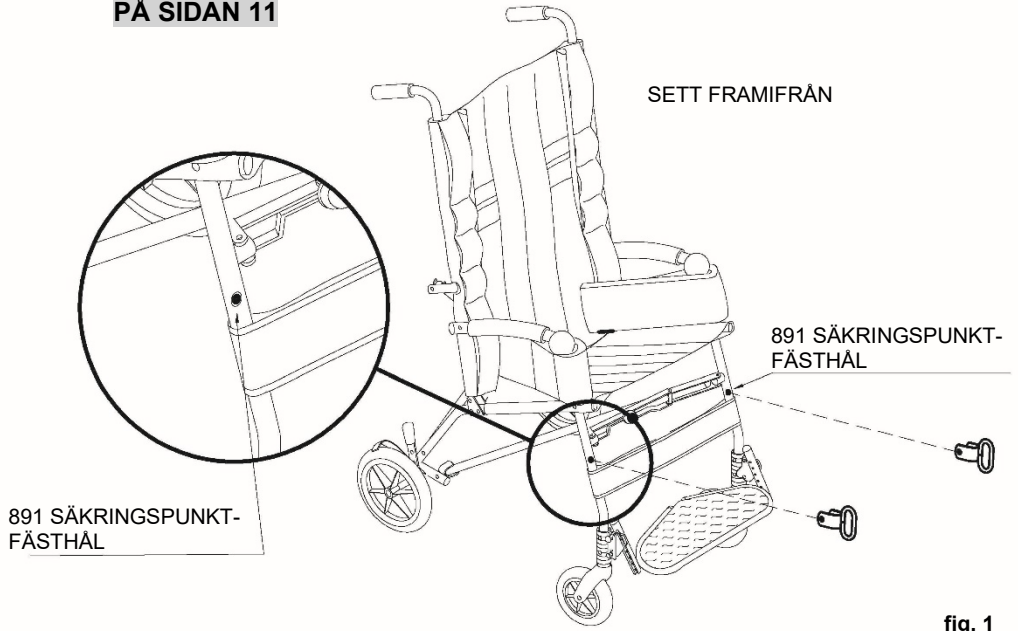
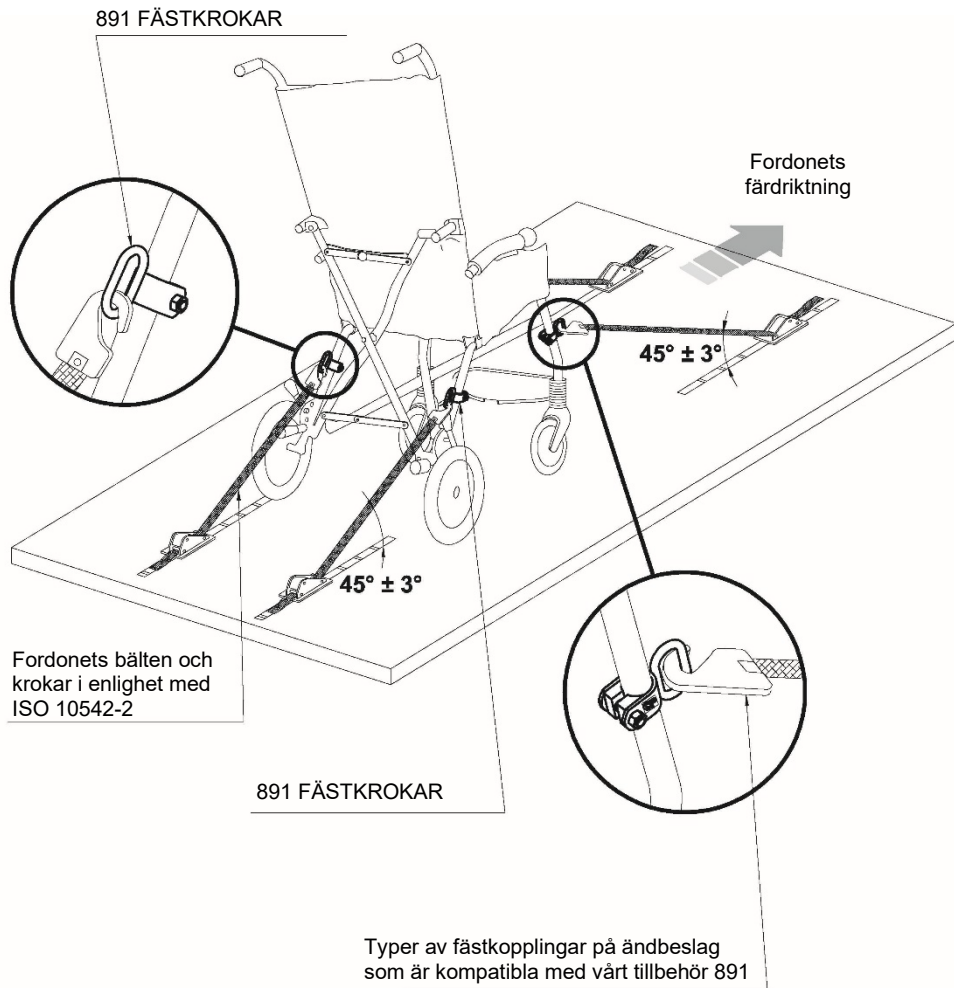

fig. 1
fig. 4
- DEN SOM SITTER I VAGNEN SKA SITTA VÄND MOT FORDONETS FÄRDRIKTNING (se fig. 4, sidan 12).
- FORDONET MÅSTE VARA AVSETT FÖR TRANSPORT AV ORTOPEDISKA RULLSTOLAR/SITTVAGNAR I ENLIGHET MED KRAVEN I STANDARDEN ISO 7176-19 (se fig. 4, sidan 12)
- VAGNEN SKA FÄSTAS VID FORDONET med användning av: 1) ett fyrpunktssystem för fastspänning som lever upp till kraven i ISO 10542-2, och 2) vårt tillbehör 891 – en sats med fyra fästkrokar (se fig. 1 och 2, sidan 9; fig. 3, sidan 10 och fig. 4, sidan 12)